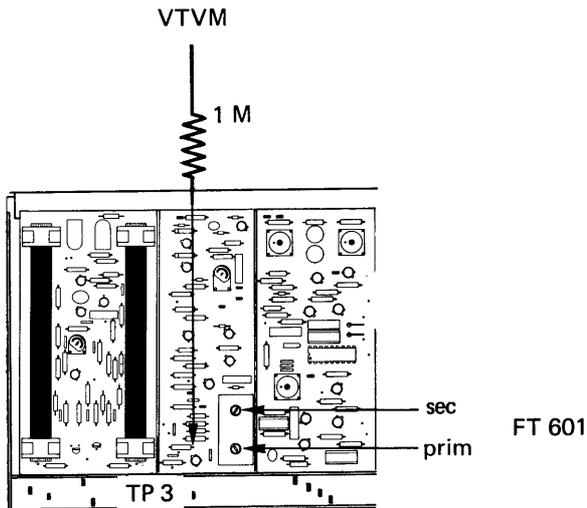

Bild 4.5.-1
4.5.3. An Testpunkt 3 (siehe Bild 4.5.-1) ist ein Widerstand 1 MΩ direkt anzuschließen; VTVM an diesem Widerstand anschließen.
4.5.4. Sekundär-Kern vom Diskriminator FT 601 (siehe Bild 4.5.-1) fast ganz herausdrehen.
Symmetriefehler von höchstens $\frac{1}{4}$ -Breite des Null-Feldes sind am Sekundär-Kern des Anzeige-Diskriminators FT 601 zu korrigieren. Siehe 4.5.6. und Bild 4.5.-1.